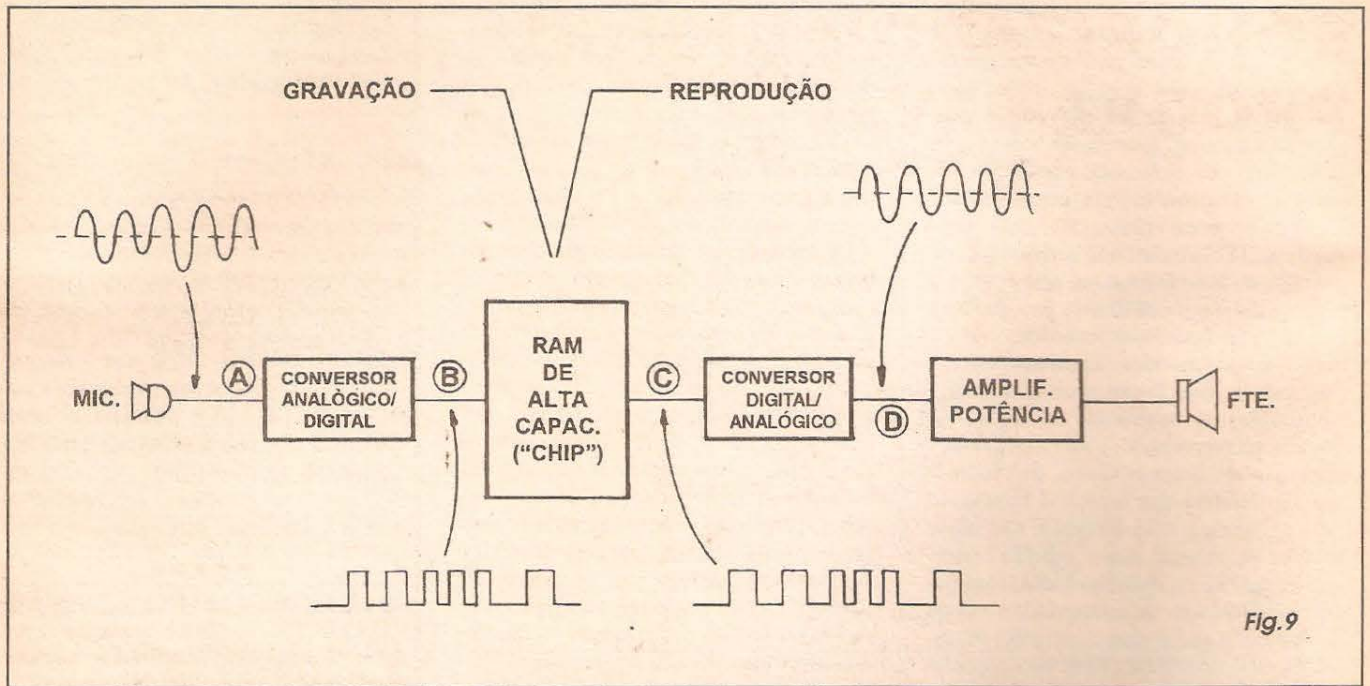

Fig. 9
- FIG. 9 - A GRAVAÇÃO/REPRODUÇÃO DE ÁUDIO EM MÍDIA TOTALMENTE ELETRÔNICA (EM CHIP...) - Com os fantásticos avanços industriais da micro-eletrônica, na última década se incorporou ao universo dos sistemas ou meios de se gravar/reproduzir/eternizar o som, mais um método, e que já começa a popularizar-se (relógios que falam as horas, brinquedos que conversam com as crianças, secretárias eletrônicas e elevadores que batem um papo com seus usuários, etc.). Trata-se de guardar a informação elétrica correspondente ao SOM dentro de componentes integrados digitais, ou seja: em memórias tipo RAM de alta capacidade, conforme ilustra - em blocos - o diagrama...! No que diz respeito aos blocos de conversão analógico/digital e digital/analógico, bem como aos eventuais pré-amplificadores e amplificadores finais de potência (além dos inevitáveis transdutores, em cada ponta do sistema...), nada é muito diferente, neste método, do utilizado nos sistemas de CD laser, ou de fita